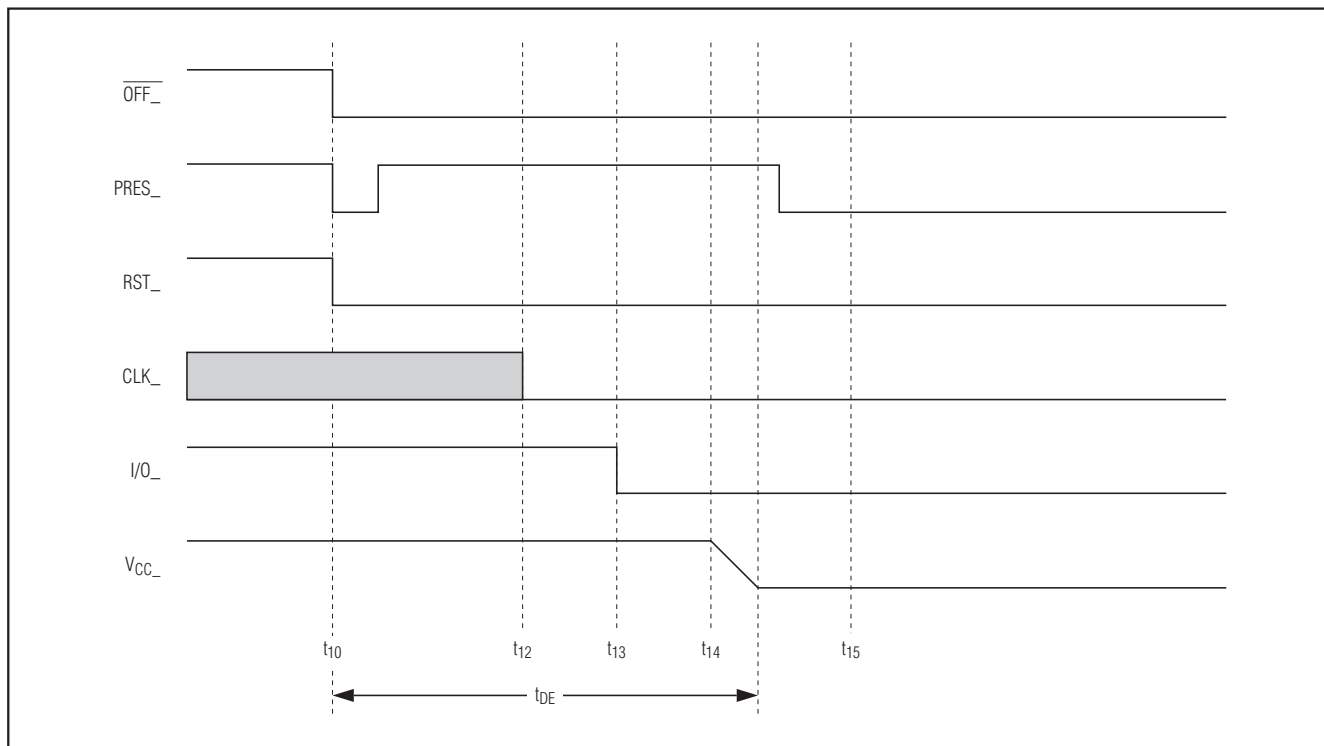

図7. 緊急停止シーケンス(カードの取り出し)
- **カードセッション内で $\overline{\text{CMDVCC}}$ がロー。**出力 $\overline{\text{OFF}}$ は、障害状態が検出された場合にローになり、緊急停止が自動的に実行されます(図7)。停止シーケンスが完了した後、システムコントローラが $\overline{\text{CMDVCC}}$ をハイに戻すとき、再び $\overline{\text{OFF}}$ レベルを検出する場合があります。これによって、カードの取り出しとハードウェア問題を見分けることができます(カードが存在する場合、 $\overline{\text{OFF}}$ は再びハイになります)。コネクタのカードプレゼンススイッチの種類(通常閉または通常開)やスイッチの機械的特性によっては、カードの挿入時または取り出し時にPRES_信号上にバウンスが生じる可能性があります。